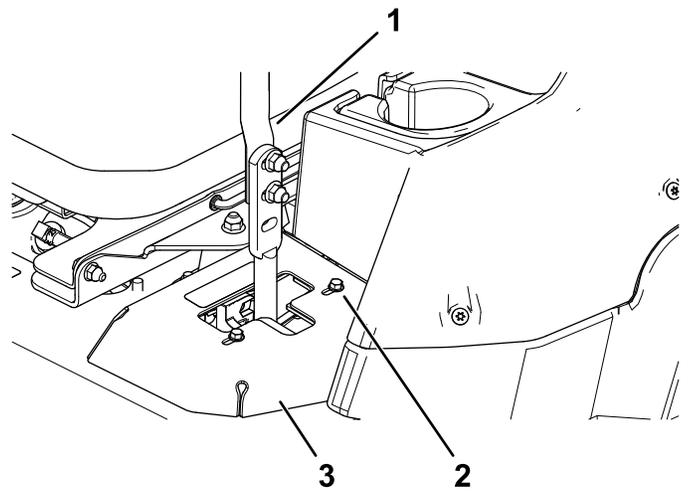

Рисунок 50
- Если машину уводит вправо, ослабьте болты и перемещайте левую упорную пластину назад в левом Т-образном пазу до тех пор, пока машина не будет двигаться прямолинейно (Рисунок 50).
- Если машину уводит влево, ослабьте болты и перемещайте правую упорную пластину назад в правом Т-образном пазу до тех пор, пока машина не будет двигаться прямолинейно (Рисунок 50).
8. Затяните упорную пластину (Рисунок 50).